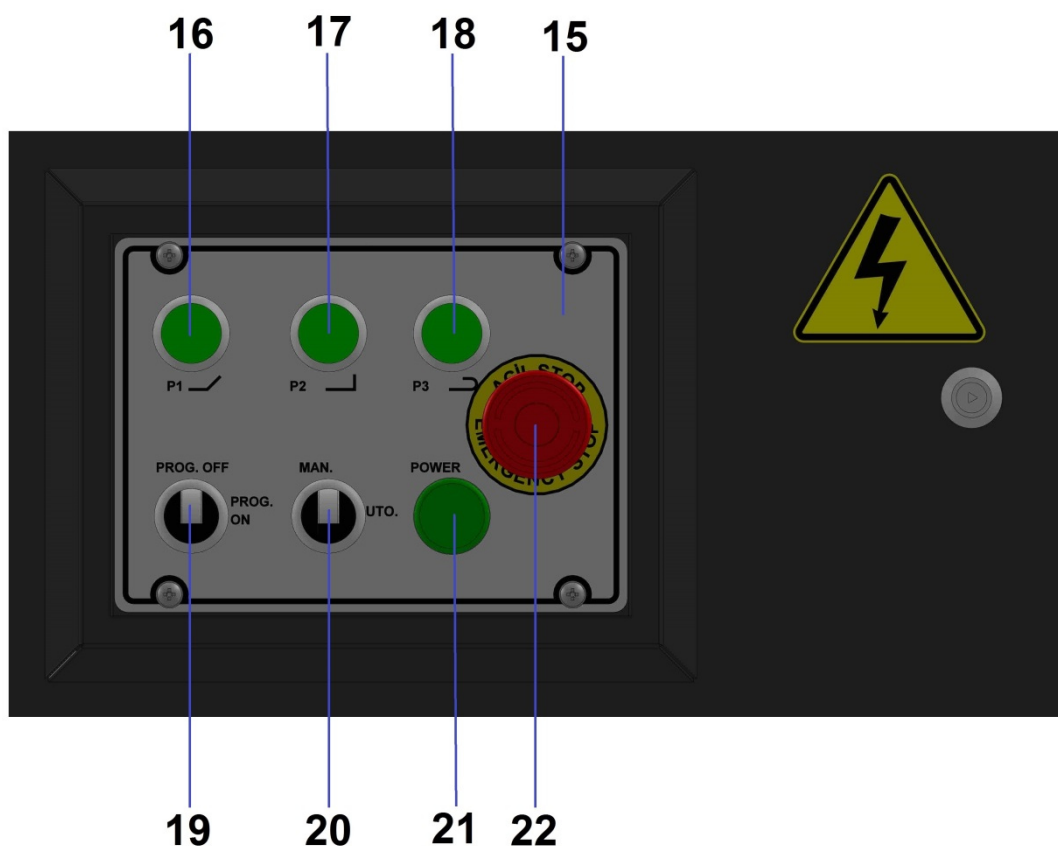

Abbildung 4: 380V Manuelle Steuerungstasten
- Wählen Sie die gewünschte Biegeart mithilfe der Tasten auf dem Bedienfeld der Maschine (s. Abb. 4, Pos. 16, 17, 18) und drücken Sie anschließend die entsprechende Taste.
- Stellen Sie den PROG. ON-OFF-Schalter (s. Abb. 4, Pos. 19) in die Position "ON". Damit können Sie bis zu 9 Vorgänge gleichzeitig in der gewünschten Reihenfolge programmieren und ausführen.
- Nachdem Sie alle Einstellungen vorgenommen haben, können Sie den Biegeprozess im Serienbetrieb starten. Schalten Sie dazu den MAN-AUTO-Schalter (s. Abb. 4, Pos. 20) auf "AUTO".
- Im Notfall können Sie die Maschine sofort anhalten, indem Sie die Not-Aus-Taste (s. Abb. 4, Pos. 22) auf dem Bedienfeld betätigen. Nach dem Wiedereinschalten der Maschine wird der Prozess an der Stelle fortgesetzt, an der er unterbrochen wurde.